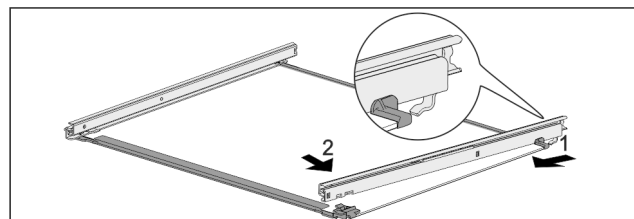

Fig. 121 Glasplatte mit Schienen
- Schiene hinten einhängen. Fig. 121 (1)
- Schiene vorne einrasten. Fig. 121 (2)